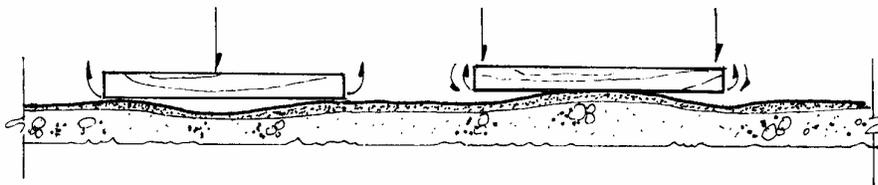

Figura 8.17 - Exemplo de regularização sem nivelamento
- Ao assentarmos com cola verificar se a base está bem nivelada e sem ondulações, principalmente para os tacões, pois se não estiverem, parte do tacho fica colado e outra não, podendo se soltar (Figura 8.17).